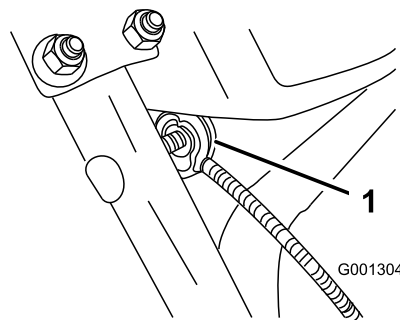

Figura 7
3. Retire a porca e anilha do manípulo, ligue o grampo do cabo no cabo do manípulo, instale a anilha e a porca e aperte a porca à mão (Figura 7).